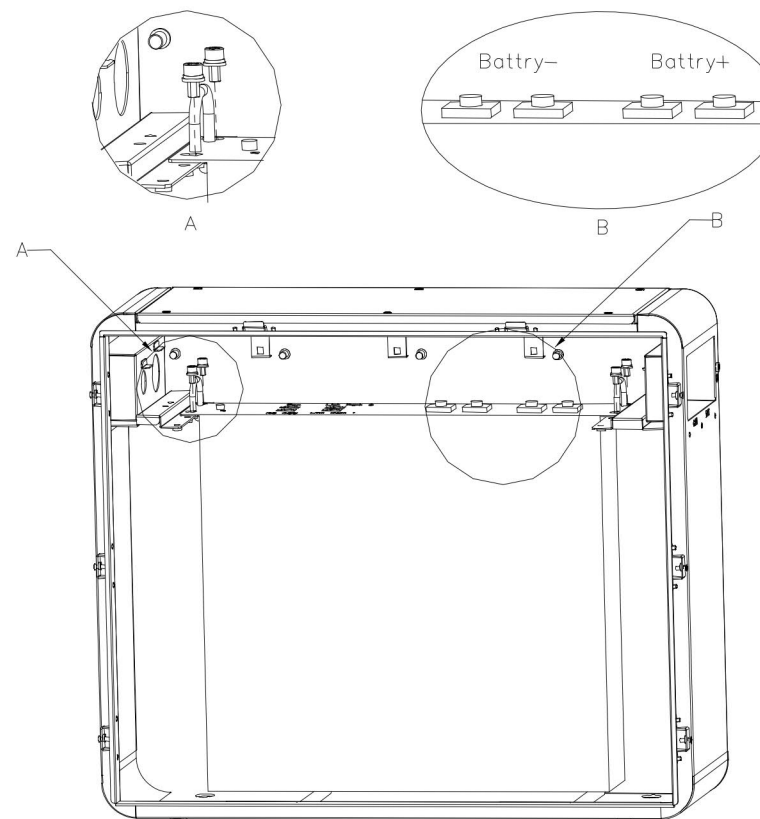
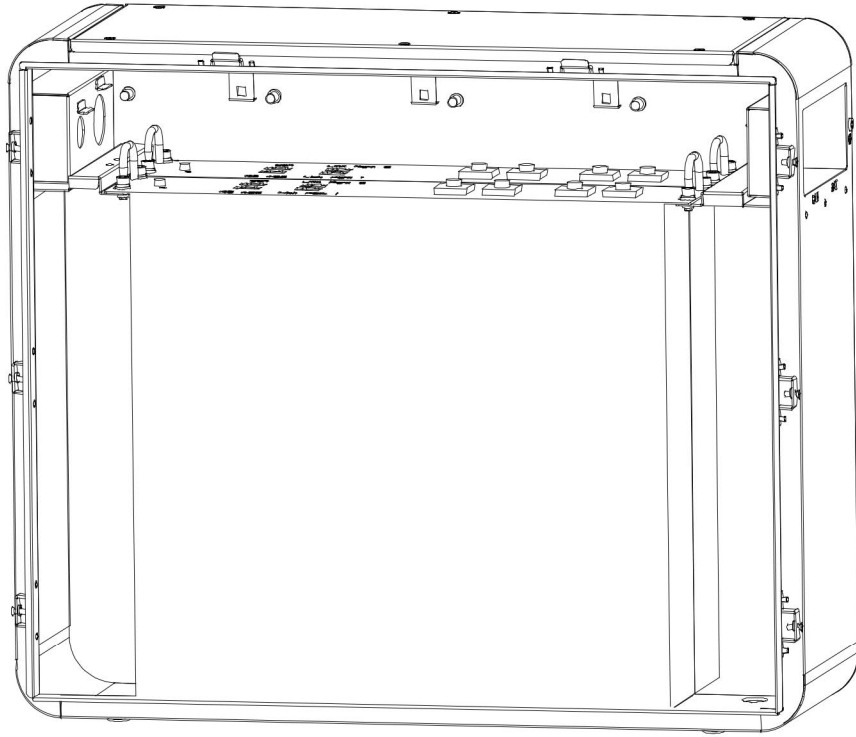

Figura 8. (posizionamento e fissaggio della batteria)
Figura 9.(posizione dei due moduli batteria dopo l'installazione)
2、 Posizionare la batteria al fosfato di litio come mostrato nella figura 8 (notare la direzione di posizionamento della batteria: i terminale di potenza della batteria si trovano sul lato destro del telaio), bloccarla con 4 bulloni esagonale M6 * 12 (come mostrato nella figura 8).) e fissare l'altra batteria allo stesso modo (come mostrato nella figura 9).